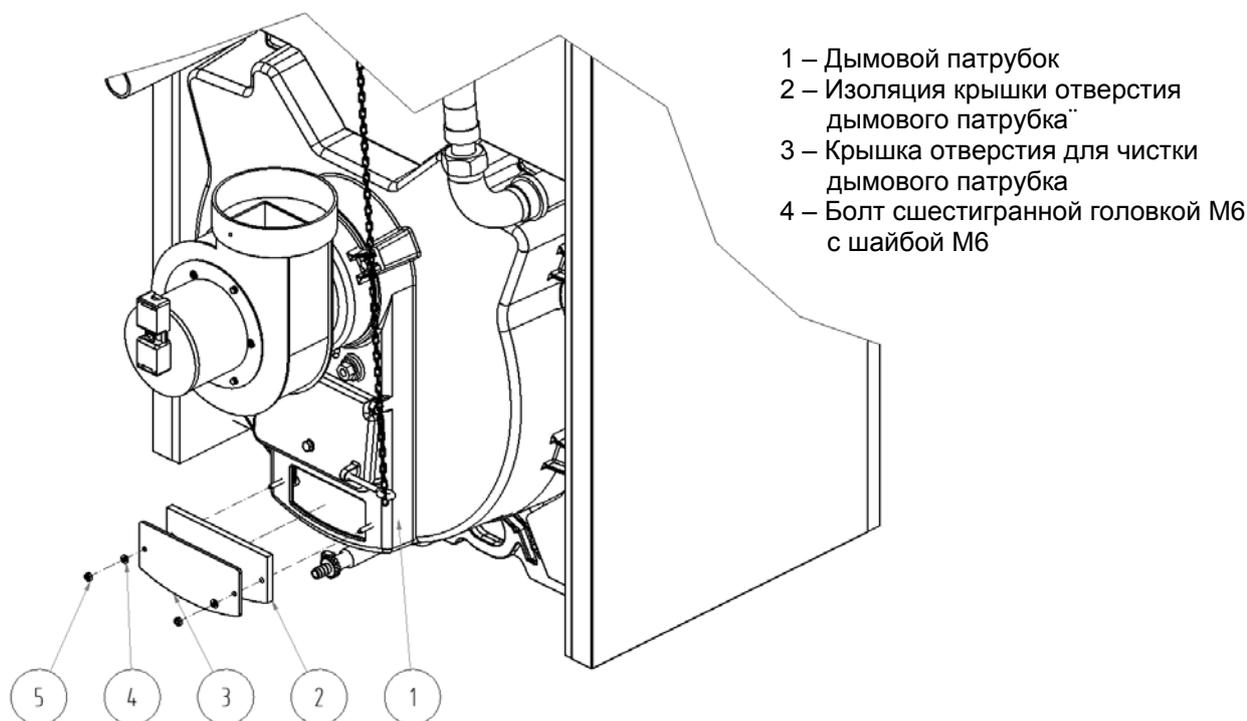

Рис. 19 Чистка дымового патрубка
4. Чистка дымового патрубка по рис. 19.